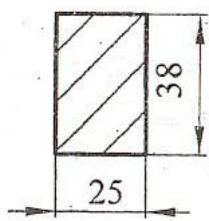

Рис.5
6.6 Выполнить отверстия в удобном для водителя месте для установки переключателей управления ЭСП (см. рис.5).